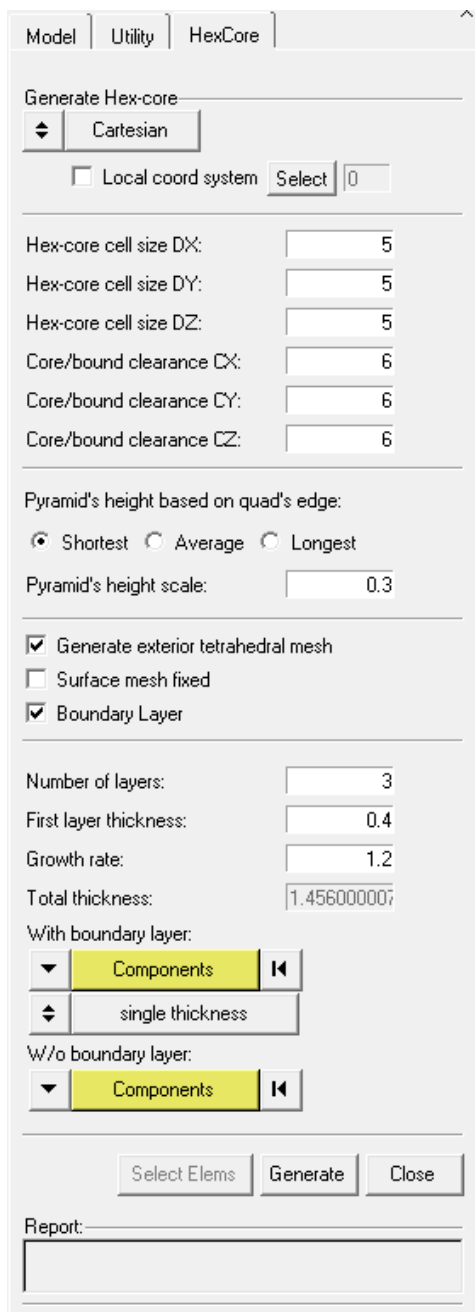

图 5-193 核心区六面体网格参数
- (1) 选择 Mesh > Volume Mesh 3D > Hex-core 命令。
- (2) 输入如图 5-193 显示的参数。